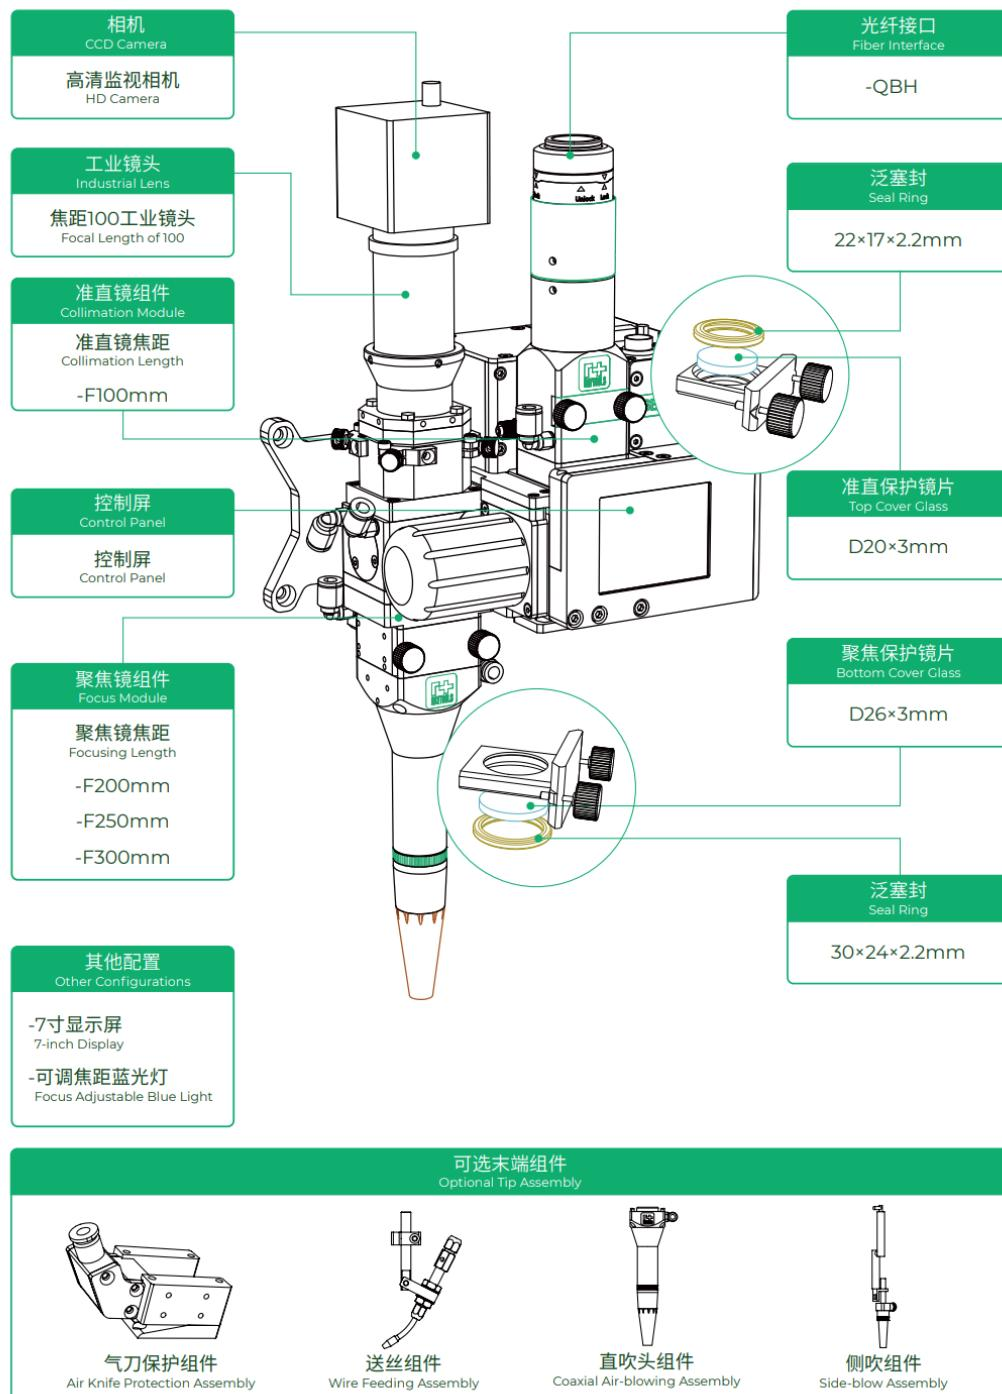

图 4.1
- 1.如图 4.1，保护镜片在每天初次使用前进行定期检查是否脏污，如脏污则进行清洁或者更换；使用过程中功率减弱，或者效果不佳时，检查两个保护镜片是否脏污、损坏等，再进行清洁或者更换。